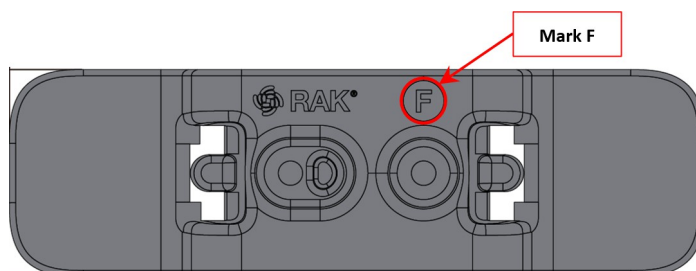

Abbildung 22: Mit dem Buchstaben F gekennzeichnetes Befestigungszubehör
1. Verwenden Sie für die DIN-Halterung zwei (2) Halterungszubehöerteile mit der Kennzeichnung **F**, wie in **Abbildung 22**